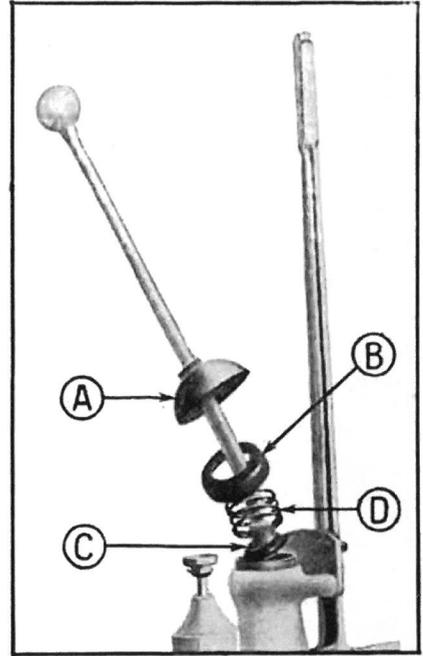

Fig. 158 — Levier du changement de vitesses.
- 9—Monter sur le levier et dans l'ordre, la coquille et le ressort neufs, le chapeau du ressort et le protecteur, puis, river la boule en matant sur une rondelle fraisée, l'extrémité du levier ; arrondir la rivure à la lime (fig. 158).